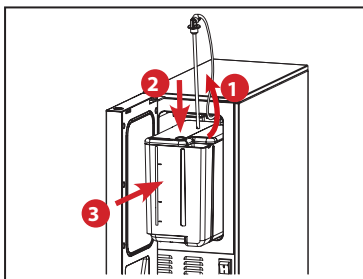

图 12
12. 清洗完成时，按照咖啡机显示屏上的指示，将牛奶抽吸管从清洗容器中拉出，然后将其插入牛奶罐盖。为牛奶罐加注新鲜牛奶，然后把它滑回冷藏室，然后关闭并锁上门（参见图 12）。
12. 按下 START（启动）按钮，以启动清洁程序（参见图 12）。
12. 将牛奶罐滑入冷藏室中原来的位置，清洁过程中让冷藏室门敞开，以免蒸汽积聚在制冷区（参见图 12）。
11. 将牛奶罐滑入冷藏室中原来的位置，清洁过程中让冷藏室门敞开，以免蒸汽积聚在制冷区（参见图 12）。